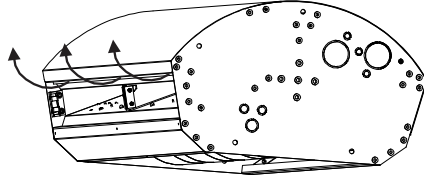

Рисунок 15.
- Со стороны воздуховыпускного сопла, взявшись за гиб декоративной панели, аккуратно выводим последнюю из зацепления с внутренними деталями завесы (см. рисунок 15, 16).